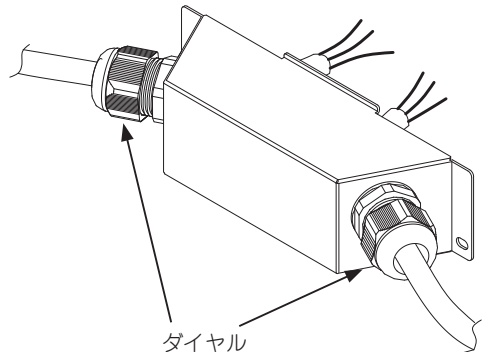

図2
2. 接続する電線を、1.の端子台カバー (ケーブルクランプ; BUX1002R 付き) の穴に通します。(図2参照)